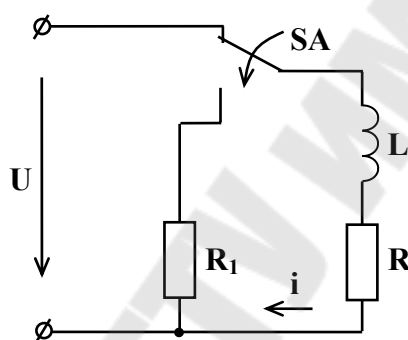

Рис. 2.3
2.3.2 Катушка, сопротивление которой $R = 4$ Ом и индуктивность $L = 5$ Гн, отключается от сети постоянного тока напряжением $U = 110$ В и замыкается на резистор R_1 сопротивлением $R_1 = 6$ Ом (Рис. 2.3).